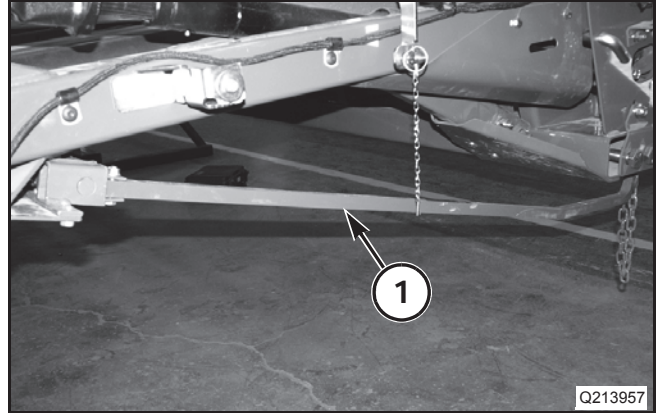

FIG. 60
FIG. 60: Con una referencia de 5 V para el sensor del asta de arrastre activa, ajuste el sensor, de manera que su salida esté entre 2,2 y 4,0 V con el asta de arrastre (1) bajada y con una tensión mínima de 0,55 V con el asta levantada.